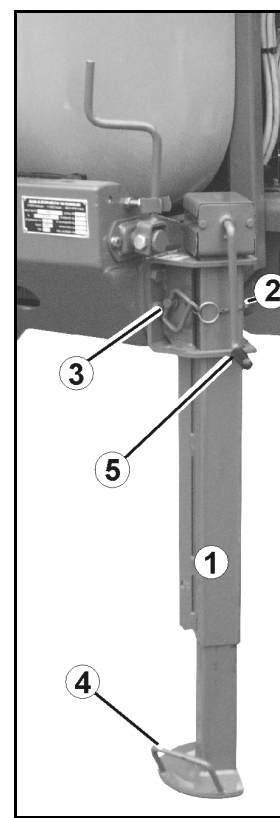

Fig. 41
Støttefod med sving (Fig. 41/1):
1. Løsn ringstiften (Fig. 41/2).
2. Træk boltene (Fig. 41/3).
3. Løft/sænk støttefoden vha. grebet (Fig. 41/4).
5. Brug håndsvinget til at (Fig. 41/5)
2. Træk boltene (Fig. 41/3) ud.